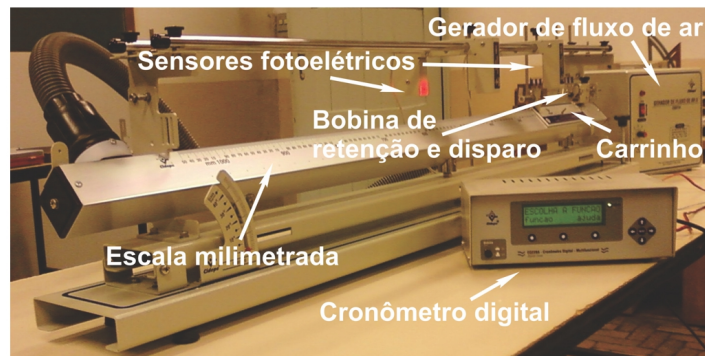

Fig. 1: Esquema do trilho de ar utilizado em nosso laboratório.
1. A Fig.1 mostra a fotografia do trilho de ar e seus acessórios que novamente serão utilizados neste experimento. Coloque a intensidade do gerador de fluxo de ar numa posição entre 2 e 3 e ligue-o. **Atenção! nunca mova o carrinho sobre o trilho de ar sem que o gerador de fluxo de ar esteja ligado. Isso pode riscar e danificar definitivamente a escala do trilho de ar.** Neste experimento, o pequeno ímã deverá ser mantido no carrinho para prendê-lo no início do trilho de ar e possibilitar o seu movimento assim que a bobina de retenção e disparo e disparo for acionada.